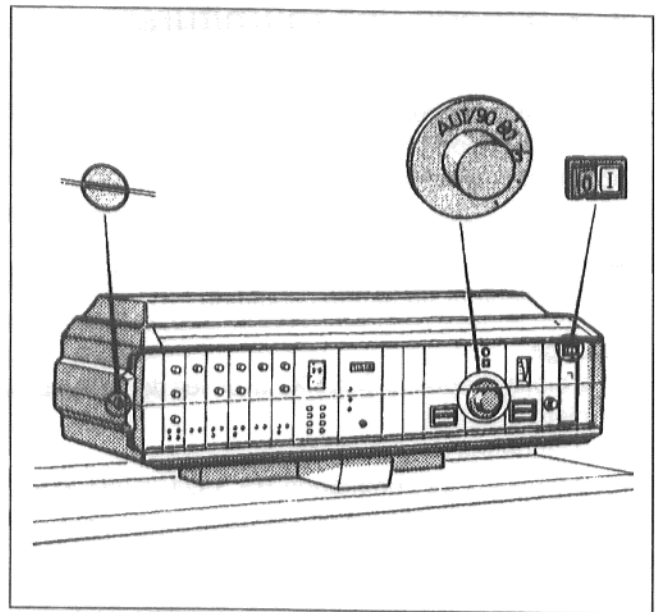

Fig.1 : Système de régulation 3000
- Pour le système de régulation 3000 : amener la fente de la vis du couvercle transparent en position horizontale (figure 1), par exemple à l'aide d'une pièce de monnaie. Retirer le couvercle transparent vers l'avant.
- Mettre le commutateur de fonctionnement en position I (MARCHE) (figure 1 ou 2)
- Régler le thermostat d'eau de la chaudière (figure 1 ou 2). Sur "AUT". En l'absence de régulation Ecomatic, régler à la température voulue.
- Amener l'interrupteur de fonctionnement (figure 1 ou 2) en position 0 (ARRÊT).